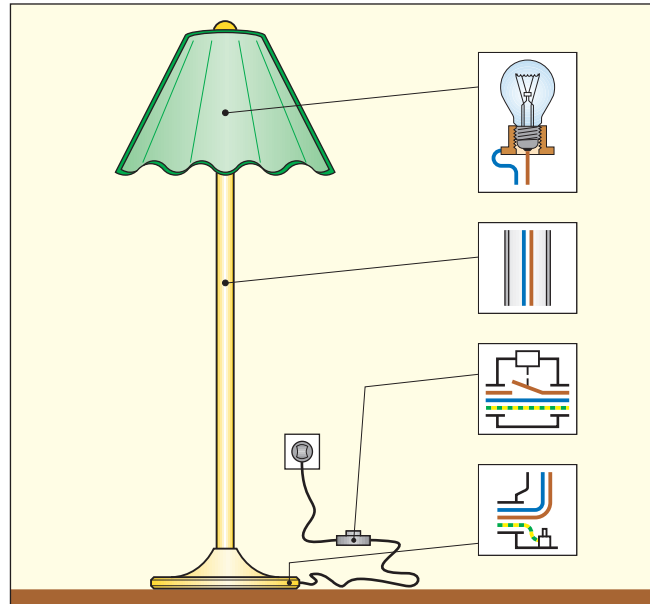

Bild 1: Fehlersuche an einer defekten Stehleuchte
In einer Elektrowerkstatt ist eine Stehleuchte zur Reparatur abgegeben worden. Die Stehleuchte (**Bild 1**) mit eingeschraubter Glühlampe leuchtet nicht mehr und soll auf mögliche Fehlerquellen untersucht werden.
1. Diskutieren Sie mit Ihrem Tischnachbarn über mögliche Fehlerursachen und listen Sie eventuelle Ursachen für das Nichtleuchten der Stehleuchte (**Bild 1**) auf.